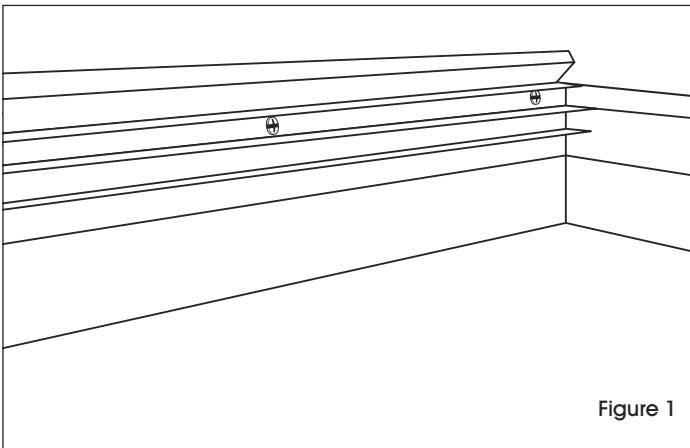

Figure 1
2. Fixez un des rails en aluminium sur le bord intérieur en haut de la vitrine d'affichage à l'aide de trois vis cruciformes. Vérifiez que le rail en aluminium est le plus loin possible du tableau en liège. Il peut être nécessaire de prépercer des trous. (Voir Figure 1)